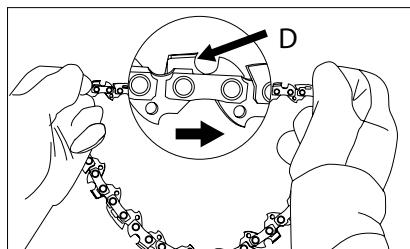

Fig. 7
5. Placez la chaîne dans un cercle en guidant les bords tranchants (D) conformément aux indicateurs sur le couvercle de protection et sur le guide-chaîne de la scie (fig. 7).